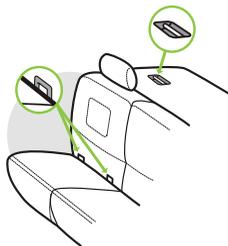

**Figure 41**
- Tournez le bord du pied d'inclinaison en position orientée vers l'arrière en tirant sur le bord de le pied d'inclinaison et en le tournant vers l'avant du siège jusqu'à ce qu'il se bloque, tel qu'illustré dans la **Figure 41**.